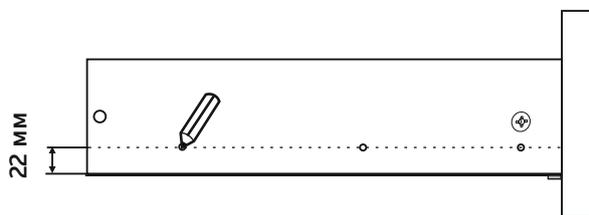

Рис.8
1. Провести линию карандашом на боковых стенках ящиков (левых, п.6 (4 шт) и правых, п.7 (4 шт), соединив существующие накладки. При этом, расстояние от нижней кромки боковых стенок ящиков до линии должно быть одинаковым (см. рис.8)